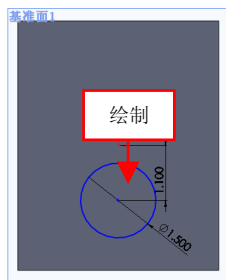

图 16-20 绘制草图对象
(5) 单击【草图绘制】按钮, 选取基准面 1 对象为草图绘制基准面，进入草图绘制环境，单击相应的按钮，绘制草图对象，如图 16-20 所示。